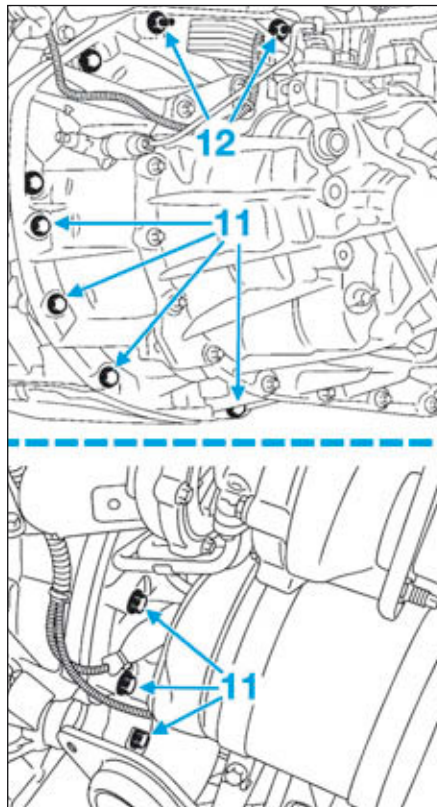

FIG.8
- Déposer les vis (11) (Fig.8) et les écrous (12) de la boîte de vitesses.